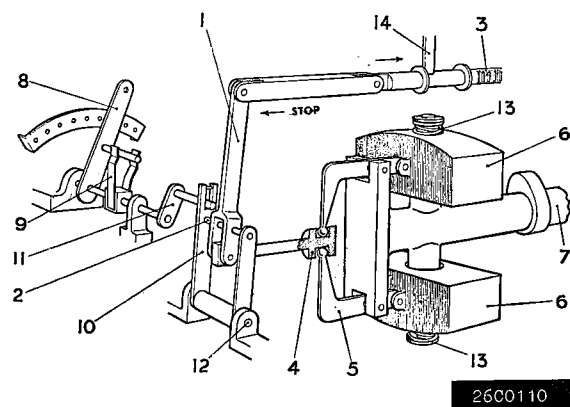

Fig. 61
Wanneer het toerental moet worden opgevoerd, verplaatst men de bedieningshefboom (8) over bijv. $\frac{3}{4}$ van zijn totale slag (zie fig 61). Het gevolg hiervan is dan dat steunpunt 2 naar rechts wordt bewogen, waardoor de regelhefboom 1 draait en deze de regelstang 3 naar rechts duwt, waardoor dus de
ingespoten hoeveelheid brandstof vermeerderd. Door de relatief grote beweging van de bovenkant van hefboom (1) wordt de regelstang (3) tegen de maximum-brandstofaanslag geschoven, terwijl de bedieningshefboom (8) echter nog niet tegen de maximum-aanslag staat (zie fig. 61).